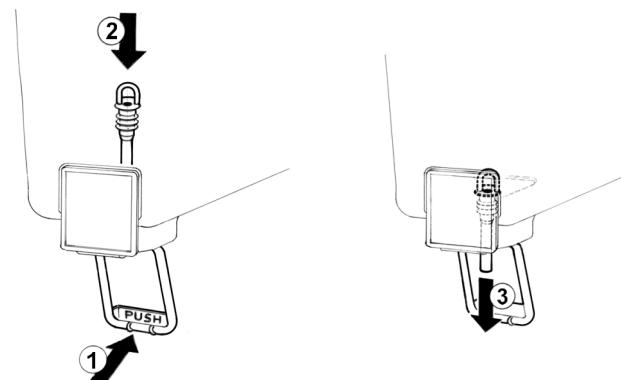

figura 5
- 2 Grifo con tubo de goma:** empujar la palanca mando grifo (1) y insertar el tubo de goma de salida en su situación vertical en el fondo del contenedor (2). Tirar (3) ligeramente hacia abajo la extremidad del tubo de goma hasta ajustarlo completamente (ver figura 5).